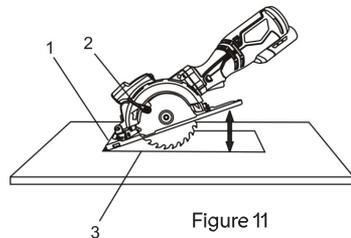

Figure 11
3. Régler la scie sur la pièce de manière à ce que le bord avant de la semelle (1) soit à plat sur la pièce (figure 11).
4. Ouvrir le protège-lame en faisant pivoter le levier de protège-lame (2) vers l'avant.
5. Aligner la lame de la scie avec la ligne de coupe (3) en utilisant le repère de coupe à 0 degré sur la semelle et la ligne laser.